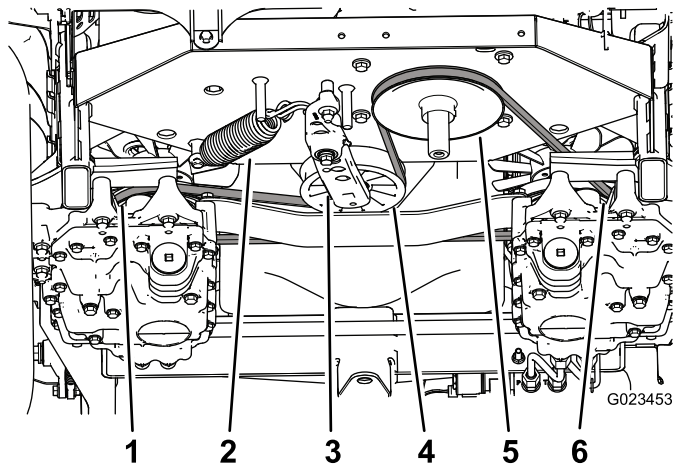

図 56
3. テンショナスプリングの回転を止めるために、テンショナアームについての四角い穴にラチェットを差し込んで保持する(図 56)。その状態でテンショナプーリからベルトを外す。
4. テンショナアームおよびフレームからテンショナスプリングを外す(図 56)。
9. テンショナアームおよびフレームにプリングを取り付ける(図 56)。